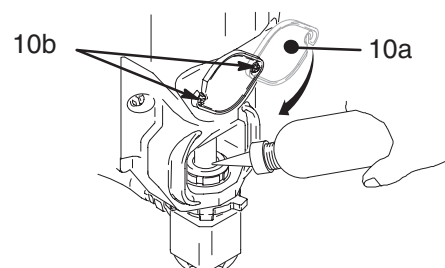

Fig. 16 TI0061
7. Fig. 16. Llene la tuerca prensaestopas con líquido TSL de Graco, hasta que el líquido rebose por la parte superior de la junta.